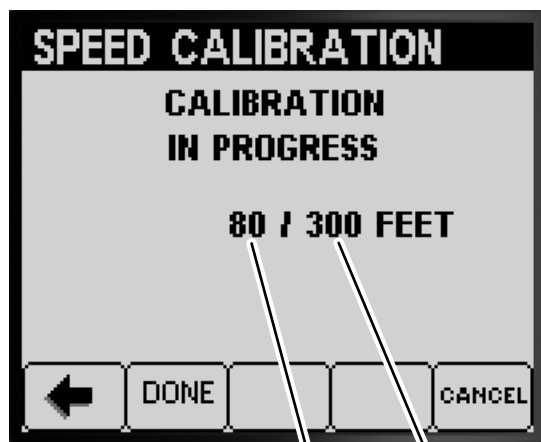

Figura 67
4. Premete il pulsante 2 (FATTO) quando lo pneumatico anteriore della macchina si trova sulla linea di arrivo (Figura 67).